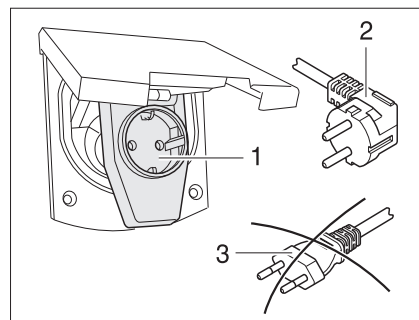

Fig. 154 Conexión a un conector con salida lateral del cable con caja de enchufe
- ▶ Al utilizar un acoplamiento acodado CEE 17, con caja de enchufe incorporada en el lado trasero (Fig. 154,1), emplear únicamente un conector IP 44 de goma impermeable, con contacto protector (Fig. 154,2). No utilizar conector sin contacto protector (Fig. 154,3). ¡Peligro de electrocución!